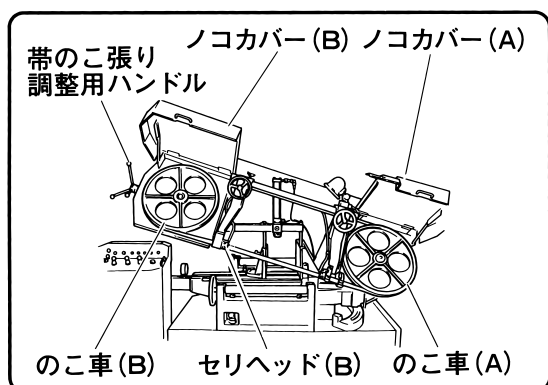

図 25
- (1) ノコカバー (A) およびノコカバー (B) を上方に開きます。(図25)
- (3) 帯のこ張り調整用ハンドルを反時計方向にまわし、のこ車 (B) をセリヘッド (B) の方に移動させます。(図25, 27)
- (4) 帯のこをフレームの上方側よりさし込み、さらにのこ車 (A), のこ車 (B) の順にかけてください。(図25)